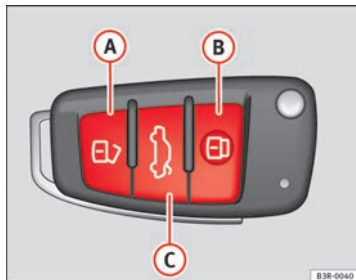

Abb. 78 Funkschlüssel:
- Drücken Sie die Taste **A** ⇒ Abb. 78 etwa 1 Sekunde lang.